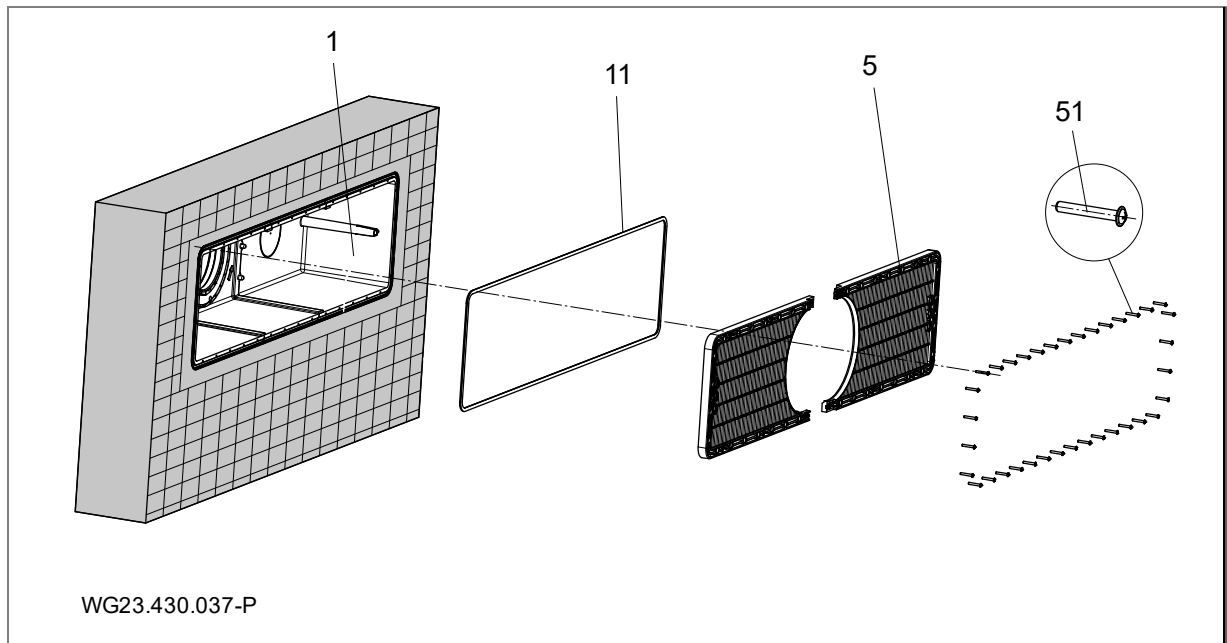

Fig. 8
Para la estanqueidad con la pared de hormigón recomendamos crear un anillo perimetral de resina epoxi/arena de cuarzo en la pared exterior del lado de la piscina de la carcasa (1). Ver "Fig. 8", página 17.